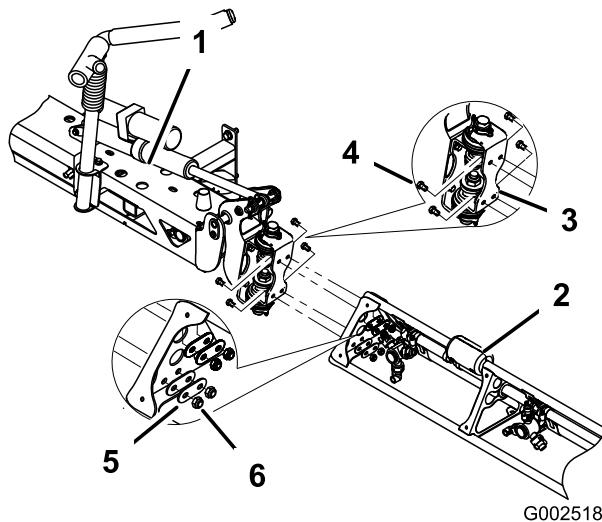

Bild 15
- Montieren Sie die Auslegersektion mit den in Schritt 6 entfernten vier Schrauben, vier Mutterscheiben und vier Muttern an der Scharnierplatte des mittleren Auslegers, siehe Bild 15.